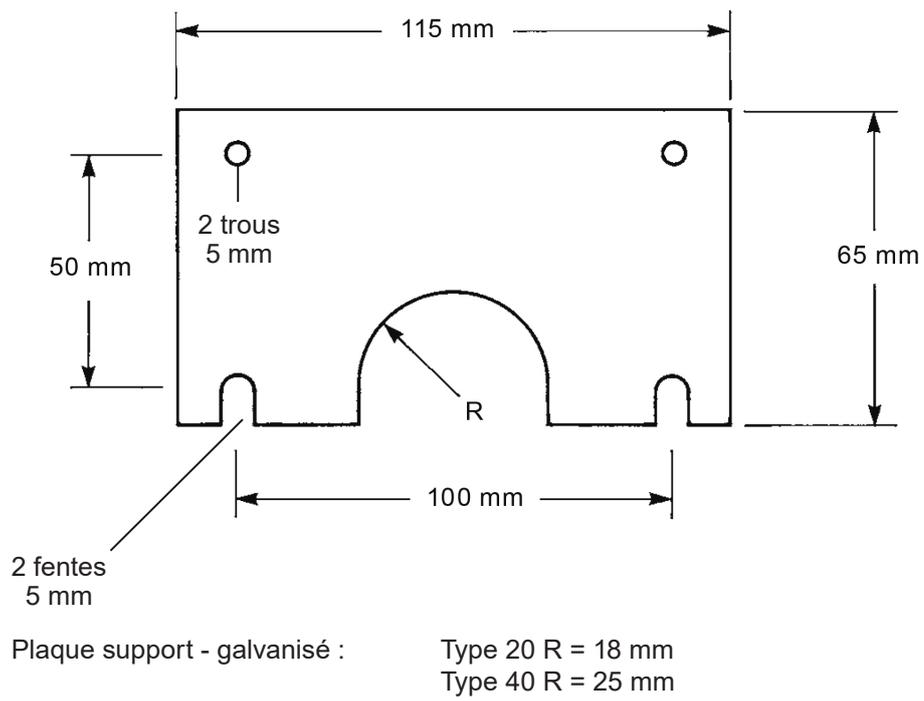

Fig. 6
- 3.1.4** Pour les plaques support, voir Fig. 6 page 11.
Le petit interstice entre la gaine et la rampe peut être bouché soit par un mastic haute température approprié, soit par l'utilisation des plaques support (voir Fig. 6 page 11).